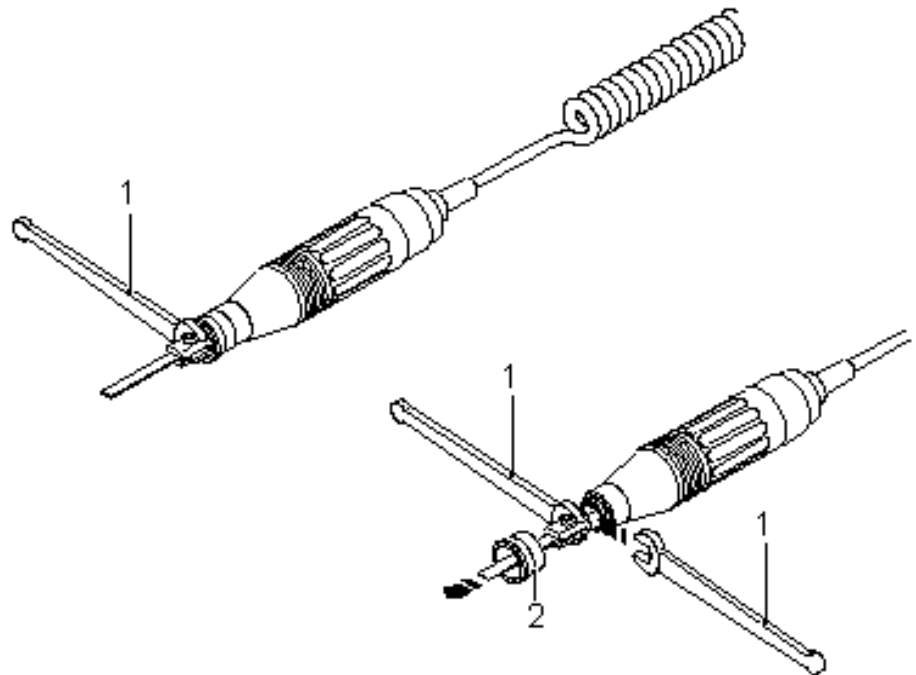

Bild 7.2 Symbolzeichnung
- (1) Den bei Auslieferung montierten Schutzbolzen abschrauben.
- (2) Werkzeug (7.1/1) in ausgewählten Werkzeughalter (7.1/2) einsetzen (Bild 7.2). Zum Festspannen die Innensechskantdreher aus dem Zubehör verwenden.
- (3) Werkzeughalter mit Werkzeug in das Handstück schrauben und mit beiden Spannschlüsseln (7.2/1) festziehen.
- (1) Die Schutzkappe (7.2/2) des Handstückes abschrauben.
- (2) Spannschrauben mit Innensechskantschlüssel lösen und Werkzeug abziehen (siehe Bild 7.2).
- (3) Werkzeughalter lösen und mit den zwei Spanschlüsseln (7.2/1) aus dem Handstück herausdrehen.
- (4) Den mit gelieferten Schutzbolzen wieder montieren.